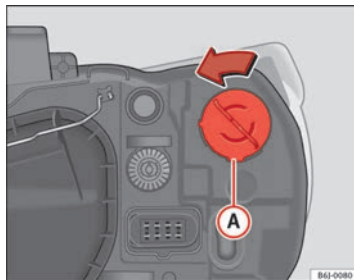

Abb. 152 Blinker bei Einfachscheinwerfer
- Den Lampenträger ⇒ Abb. 152 Ⓐ nach links drehen und ziehen.